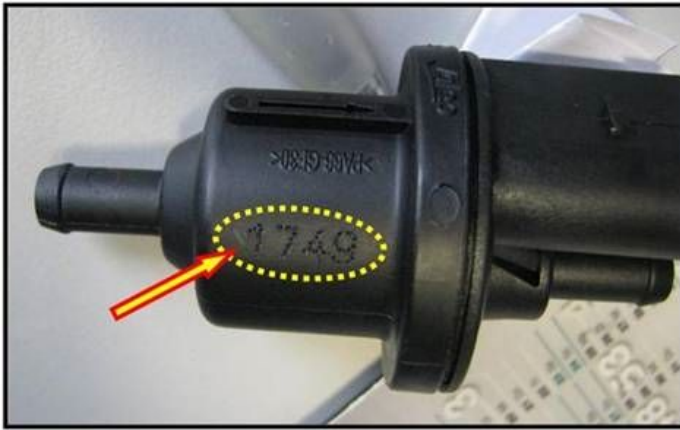

Bild 1 (Beispiel: Produktionsdatum 1749)
- Produktionsdatum des AKF-Ventils prüfen (Beispiel siehe Bild 1, Pfeil):
1749 = 174-ter Tag im Jahr 2009 (siehe Bild 1)